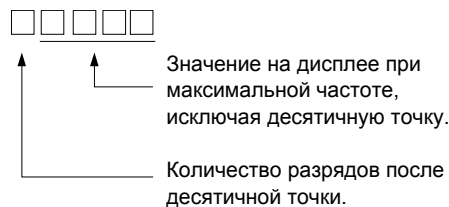

Рис. 6.66 Принцип настройки шкалы
- от 40 до 39999: Шкала, задаваемая пользователем. Установка максимального отображаемого значения в формате, приведенном на Рис. 6.66